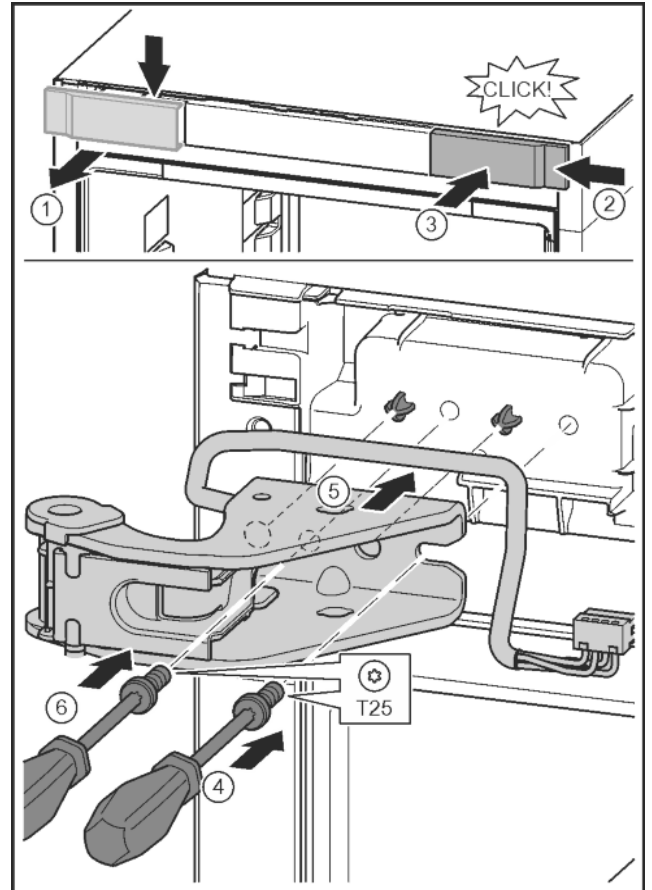

Fig. 31
- ▶ Отпустить крышку и снять сбоку. Fig. 31 (1)
- ▶ Навесить крышку, повернув ее на 180°, справа с другой стороны. Fig. 31 (2)
- ▶ Крышку зафиксировать. Fig. 31 (3)
- ▶ Установить винт отверткой T25. Fig. 31 (4)
- ▶ Установить верхний опорный кронштейн. Fig. 31 (5)
- ▶ Затянуть винт. Fig. 31 (4)
- ▶ Вставить и затянуть винт отверткой T25. Fig. 31 (6)